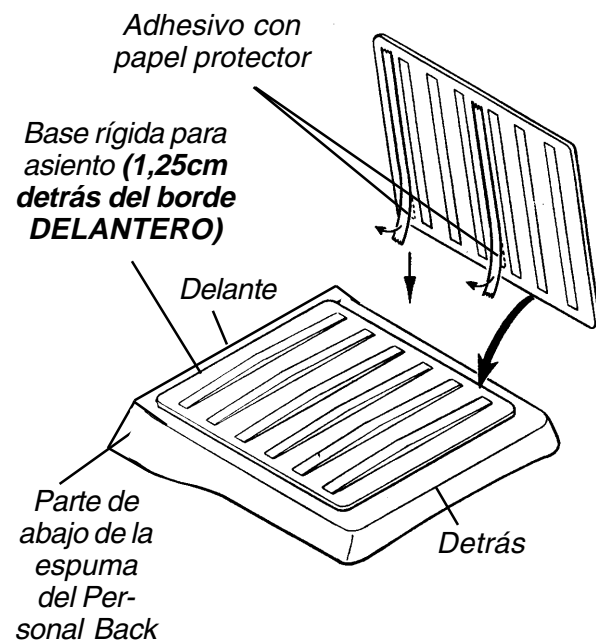

FIGURA 2 - COLOCACIÓN DE LA BASE RIGIDA
3. Coloque la superficie de la base rígida con la cinta adhesiva contra la parte inferior del cojín Personal Back (FIGURA 2).
4. Coloque la base rígida del cojín a 1,25cm del borde DELANTERO de la espuma del Personal Back y céntrelo a ambos lados (FIGURA 2).
6. Después retire el papel protector del adhesivo de la base rígida y colóquela en la parte de abajo de la espuma del Personal Back (FIGURA 2).
7. Presione con firmeza para pegar la base rígida a la espuma del Personal Back (FIGURA 2).